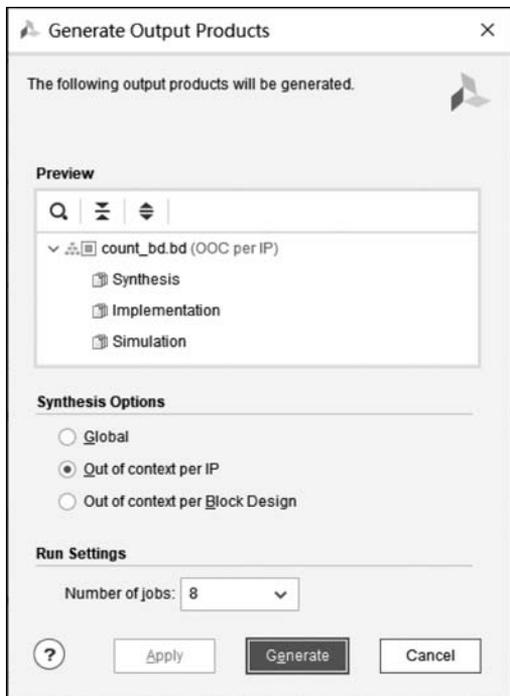

图 3.64 Generate Output Products 对话框
② 弹出 Generate Output Products 对话框,如图 3.64 所示。Synthesis Options 选项组中有如下选项。
本例选择 Out for context per IP 单选按钮,然后单击 Generate 按钮,如图 3.64 所示,完成后单击 OK 按钮。